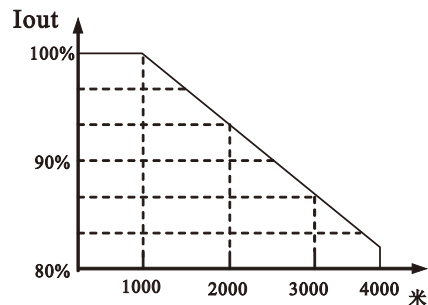

图1-4 变频器降额曲线图
- 在海拔高度超过1000米的地区，由于空气稀薄，变频器的散热效果会变差，此时需降额使用。一般每升高1000m需降额10%左右。降额曲线参见图1-4。